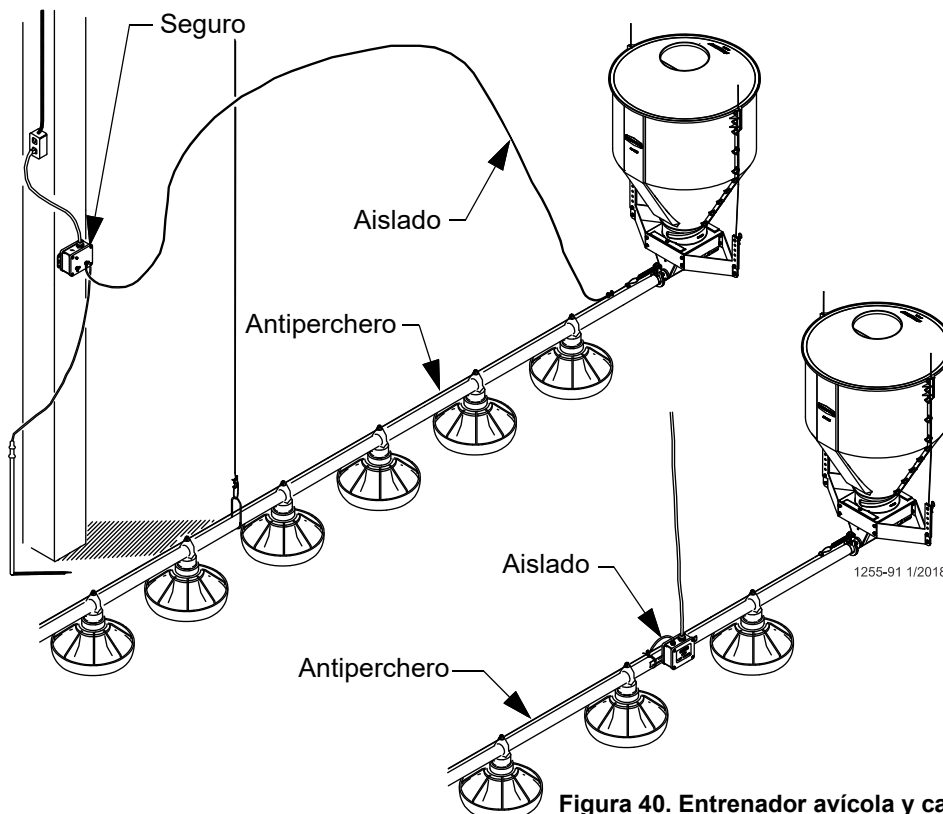

Figura 40. Entrenador avícola y cargador de línea
10. Instalar el entrenador avícola o el cargador de línea, como se muestra en **Figura 40**. El entrenador avícola se usa para alimentar energía eléctrica a todos los cables antipercheros en un galpón.
- El cargador de línea se usa para alimentar energía eléctrica a los cables antipercheros individuales en un galpón, ver la Figura 40.